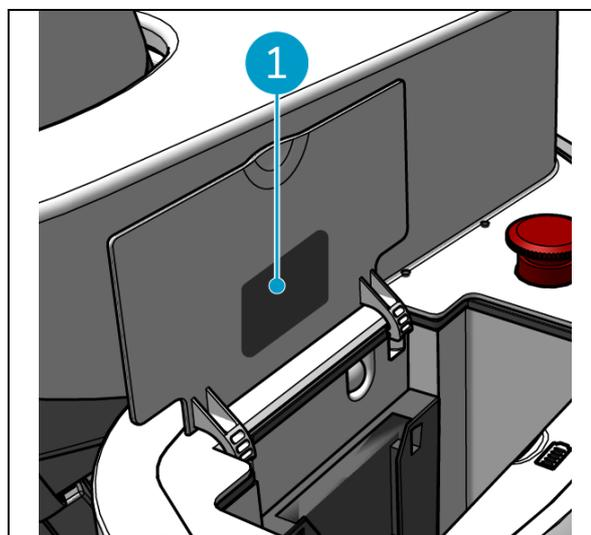

Figura 4
Il numero di serie si trova all'interno del coperchio del vano batterie (Figura 4, pos. 1).